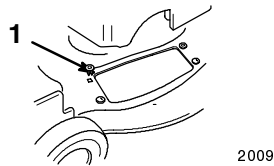

Figure 36
6. Instale las cuatro anillas suministradas con el colector de hierba en los cuatro orificios cuadrados de la cortadora (Fig. 36).
8. Alinee los orificios del canal con las anillas de la cortadora (Fig. 36).